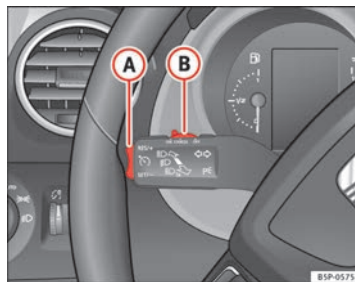

Abb. 155 Blinker- und Fernlichthebel: Schalter und Wippe für die Geschwindigkeitsregelanlage
- Wenn der Hebel (B) ohne bei „OFF“ einzurasten auf die Position „CANCEL“ gedrückt wird. Nach Ausführen des Befehls „CANCEL“ kehrt der Hebel wieder auf seine Ausgangsstellung zurück, sobald er losgelassen wird.
Zur Wiederaufnahme der Regelung lassen Sie das Brems- bzw. Kupplungspedal los oder reduzieren Sie die Fahrzeuggeschwindigkeit unter 180 km/h und drücken einmal den oberen Teil der Wippe **RES/+** ⇒ Abb. 155 (A).